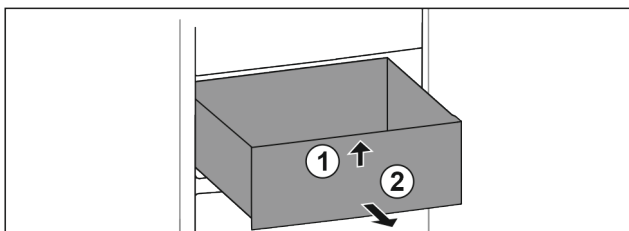

Fig. 81
- ▶ Schubfach vorne anheben. Fig. 81 (1)
- ▶ Schubfach nach vorne entnehmen. Fig. 81 (2)